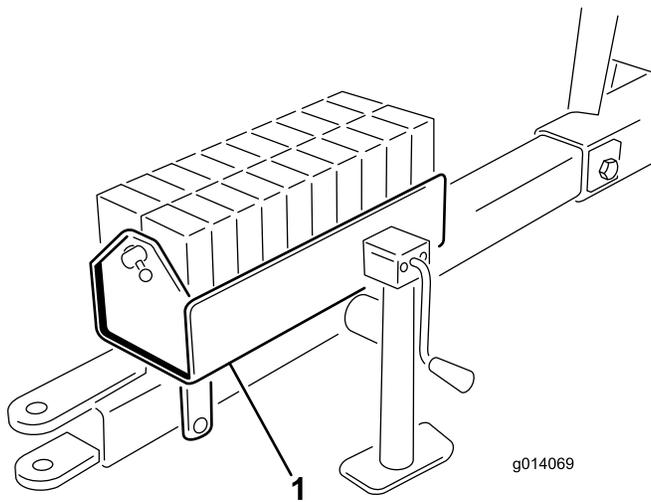

Figure 6
4. Montez et serrez le boîtier des masses sur la barre d'attelage au moyen de (2) boulons (1/2 x 5-1/2 po) et contre-écrous.
5. Placez les masses dans le boîtier et mettez en place la barre et la goupille (Figure 6).